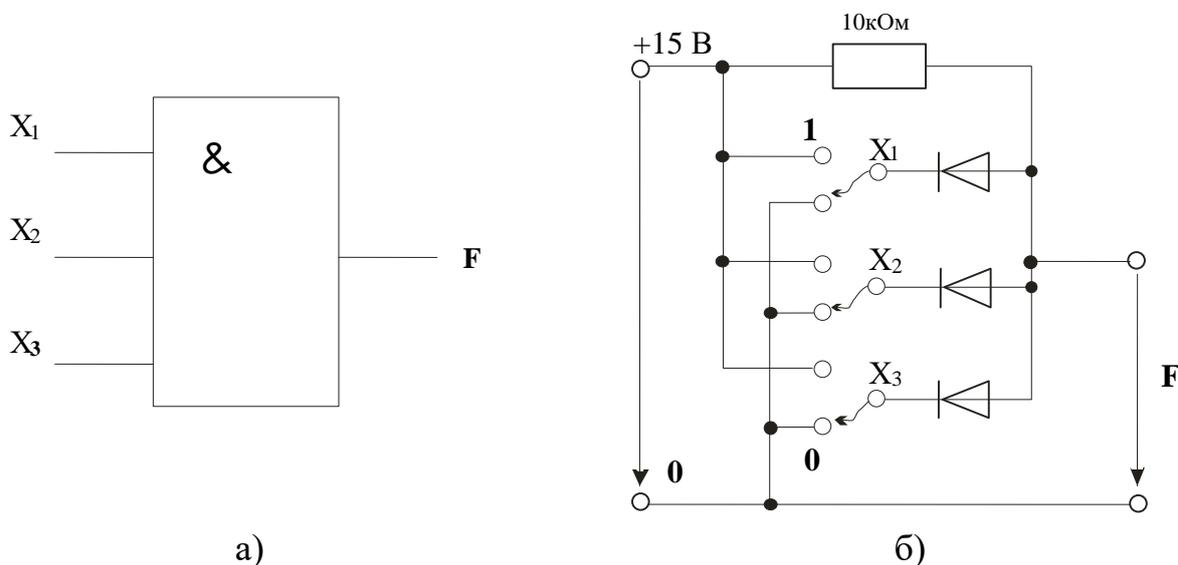

Рисунок 1 – Логический элемент AND с тремя входами
1.1. Соберите цепь согласно схеме (рис. 1, б). Подайте последовательно к входам  $x_1$ ,  $x_2$  и  $x_3$ , как указано в таблице 1: 0 В  $\equiv$  сигнал 0  $\equiv$  уровень низкого потенциала, +15 В  $\equiv$  сигнал 1  $\equiv$  уровень высокого потенциала.